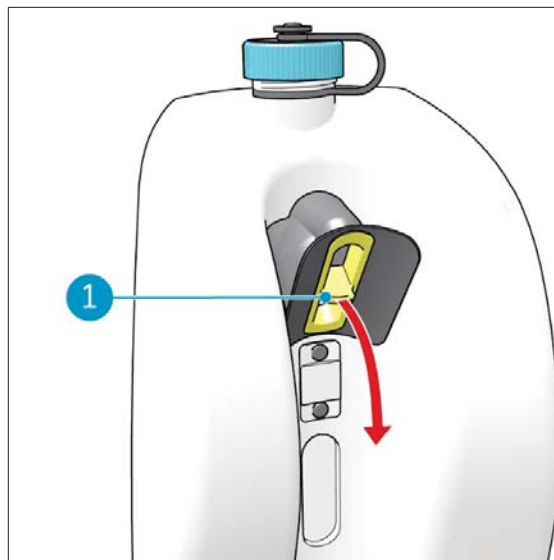

Figure 29
3. Saisissez le cadre de support de l'ensemble d'arrêt du flotteur à bille (Figure 29, pos 1) entre votre index et votre pouce et tirez-le vers l'extérieur.
13. Remplacez l'ensemble d'arrêt du flotteur à bille dans le réservoir de récupération, voir Figure 29. Assurez-vous que le cadre de support et le boîtier en caoutchouc affleurent le réservoir et le scellent.